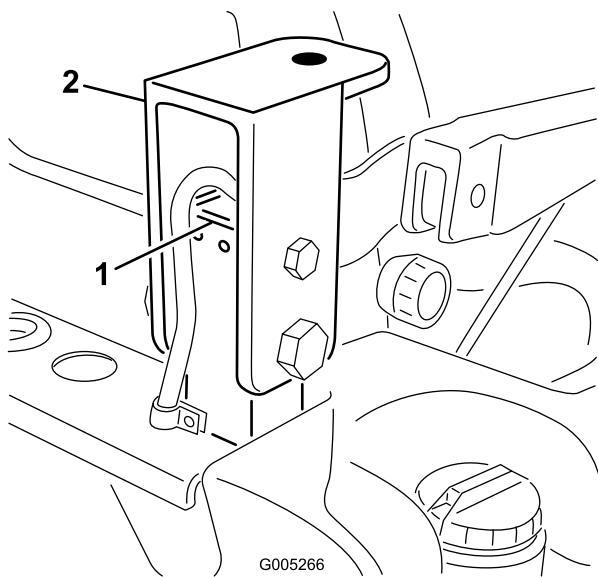

図 90
47. キャブマウントサポートをROPSポストに固定しているボルトとナットを外す 図 90。